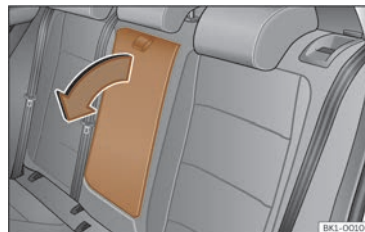

Fig. 97 Reposabraços central del darrere abatible (representació esquemàtica).
- Per **abaixar** el reposabraços, estireu el llaç en el sentit de la fletxa >>> **fig. 97**.